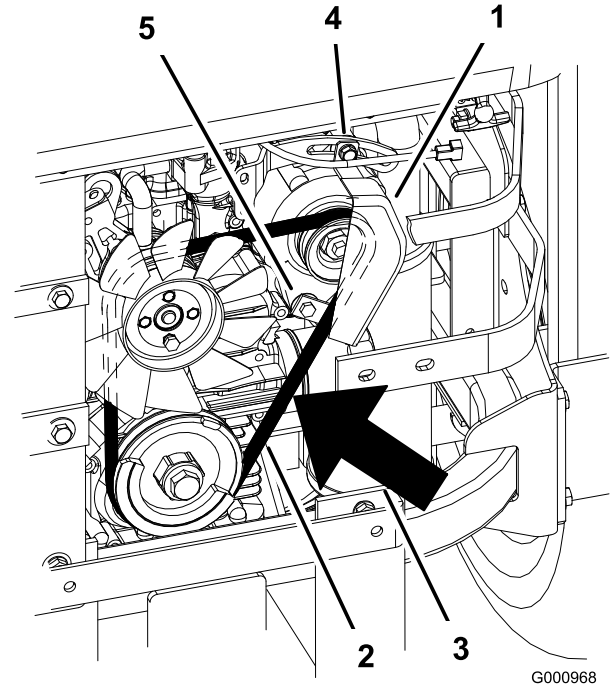

Figura 66
las poleas del alternador con un esfuerzo de 10 kgf (Figura 66).
5. Si la desviación es correcta, apriete los pernos inferior y superior (Figura 66).